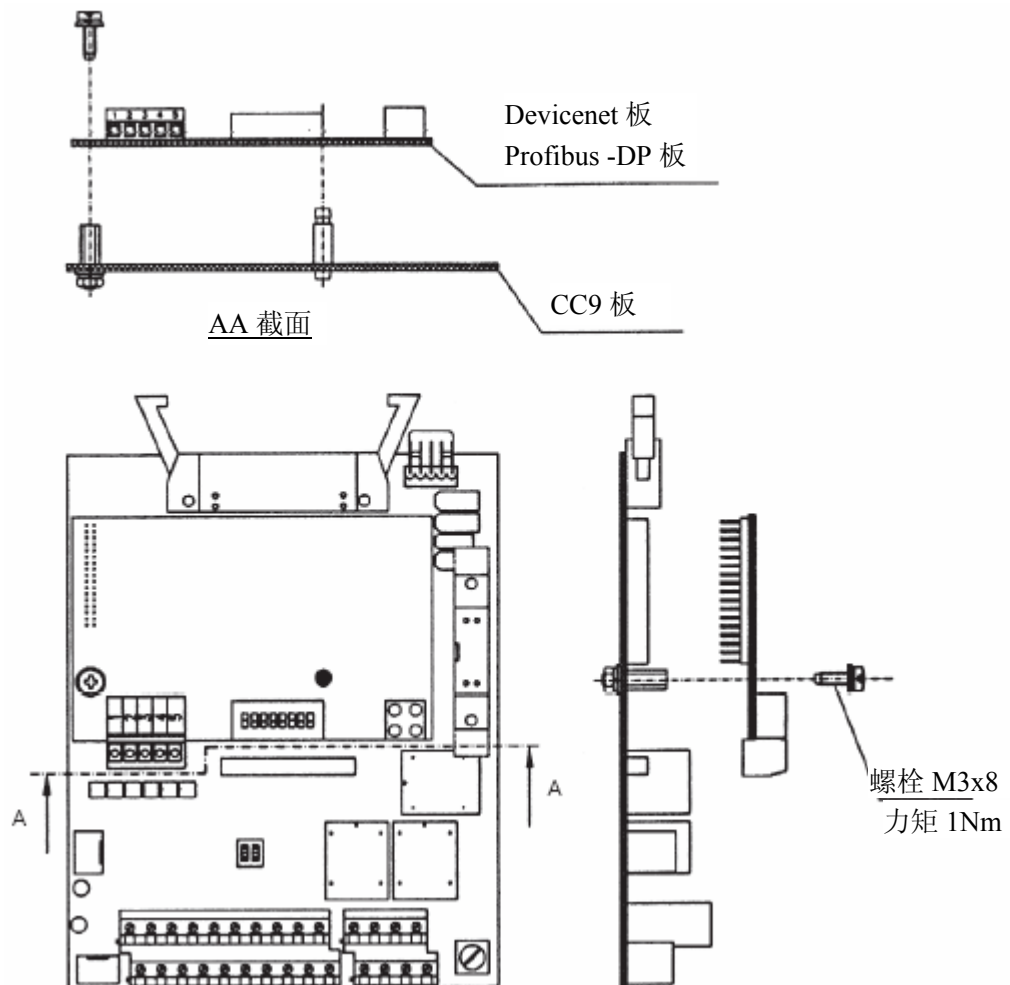

图 8.35- Fieldbus 电子板的安装
2. 小心地连接 Fieldbus 板的针接头至 CC9 控制板的 XC140 母插座。检查所有的 XC140 接头针是否都正好配接（图 8.35）。